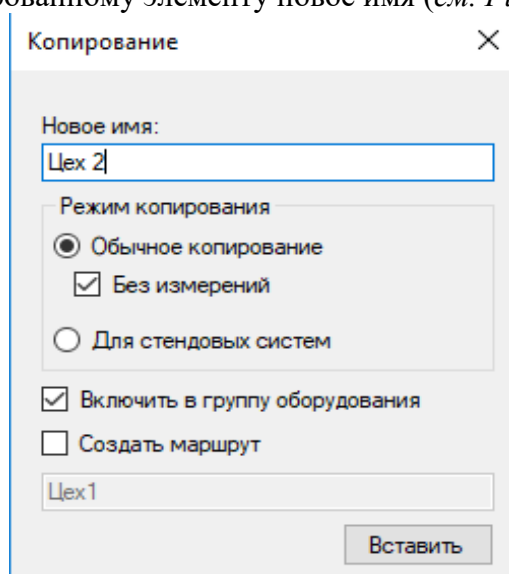

Рисунок 3.5.7
- вставить скопированный элемент в выбранный элемент дерева оборудования, задать скопированному элементу новое имя (см. Рисунок 3.5.7);